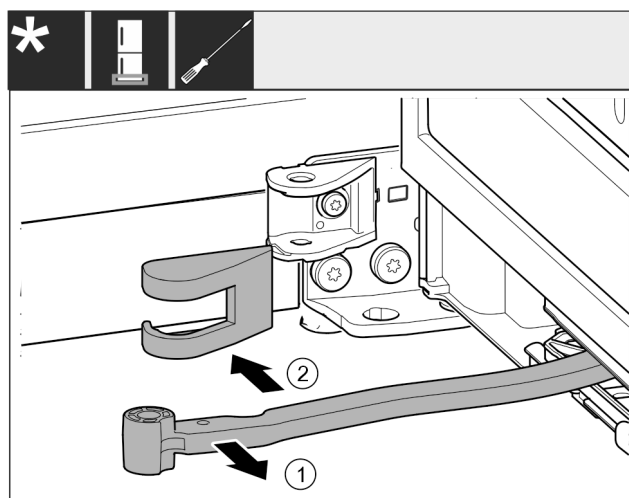

Fig. 16
- Ruotare il giunto Fig. 16 (1) in direzione della porta.
- Rimuovere la copertura del blocco di supporto Fig. 16 (2).